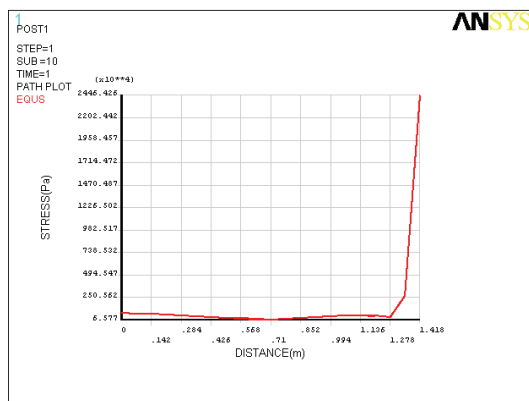

图 6-63 对角线上各节点等效应力同距离的变化关系
26) 选择 Main Menu | General Postproc | Path Operations | Plot Path Item | On Graph 命令, 出现 Plot of Path Items on Graph 对话框, 在 Lab1-6 Path items to be graphed 列表框中选择 EQU5, 单击 OK 按钮, ANSYS 显示窗口将显示对角线 OA 上各节点等效应力同距离的变化关系曲线, 如图 6-63 所示。